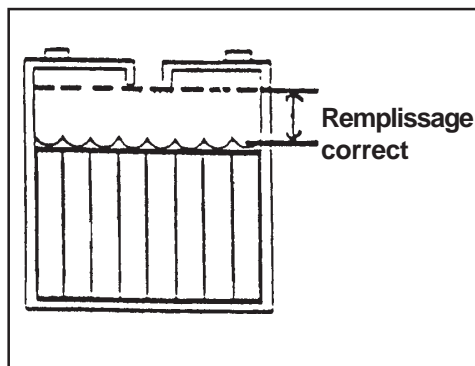

Figure 5B
1. Veillez à maintenir en permanence un niveau d'électrolyte suffisant. Le niveau correct se situe entre 1/2 cm en-dessous du fond du tube de chacun des compartiments et au-dessus du sommet des plaques. Vérifiez le niveau d'électrolyte à chaque fois que vous rechargez les batteries (voir figure 5B).